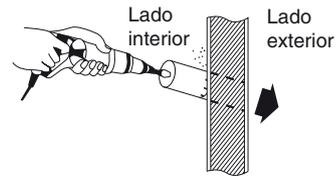

Fig. 3-7
- (4) Utilizando una sierra de arco, una sierra de orificio muescada o un instrumento de perforación de orificios, realice un orificio en la pared. Consulte la Tabla 3-1 y la Fig. 3-7.